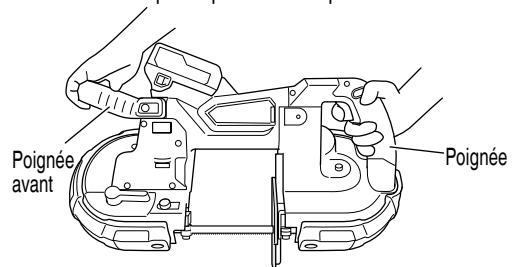

Fig. 1
- Tenez toujours l'outil fermement avec les deux mains sur la poignée et la poignée avant (Fig. 1). Ne touchez pas la partie métallique.